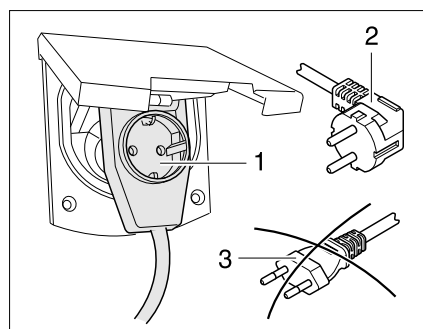

Fig. 298 Collegamento a un connettore a gomito con presa
- ▶ Se si utilizza un connettore a gomito CEE 17 con presa sul retro (Fig. 298,1), utilizzare solo una spina IP 44 con isolamento di gomma e sigillata con contatto di terra (Fig. 298,2). Non utilizzare spine senza contatto di terra (Fig. 298,3). Pericolo di folgorazione elettrica!